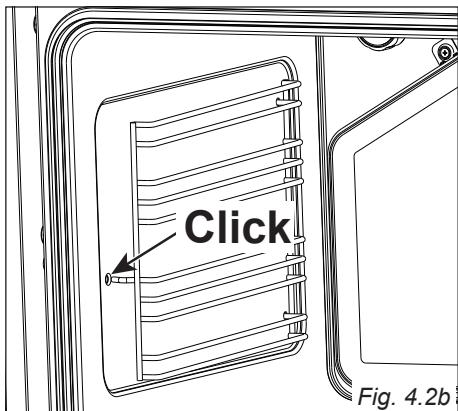

Fig. 4.2b
- Inserire l'estremità anteriore (rebbio) del telaio laterale nel foro nella parte anteriore del forno (fig. 4.2b);